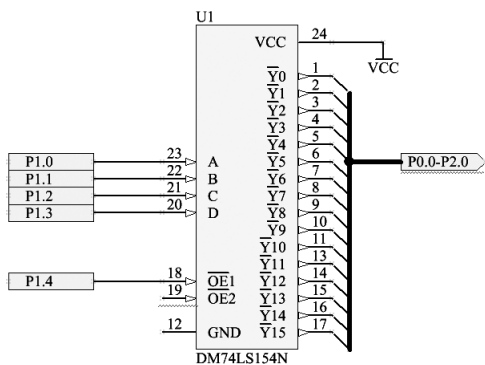

图 15-25 完成连线后的解码电路原理图
(2) 放置好元件后，对元件标识符进行设置，然后进行合理布局。布局结束后，进行连线操作。完成连线后的解码电路原理图如图 15-25 所示。单击“原理图标准”工具栏中的 (保存) 按钮，保存原理图文件。